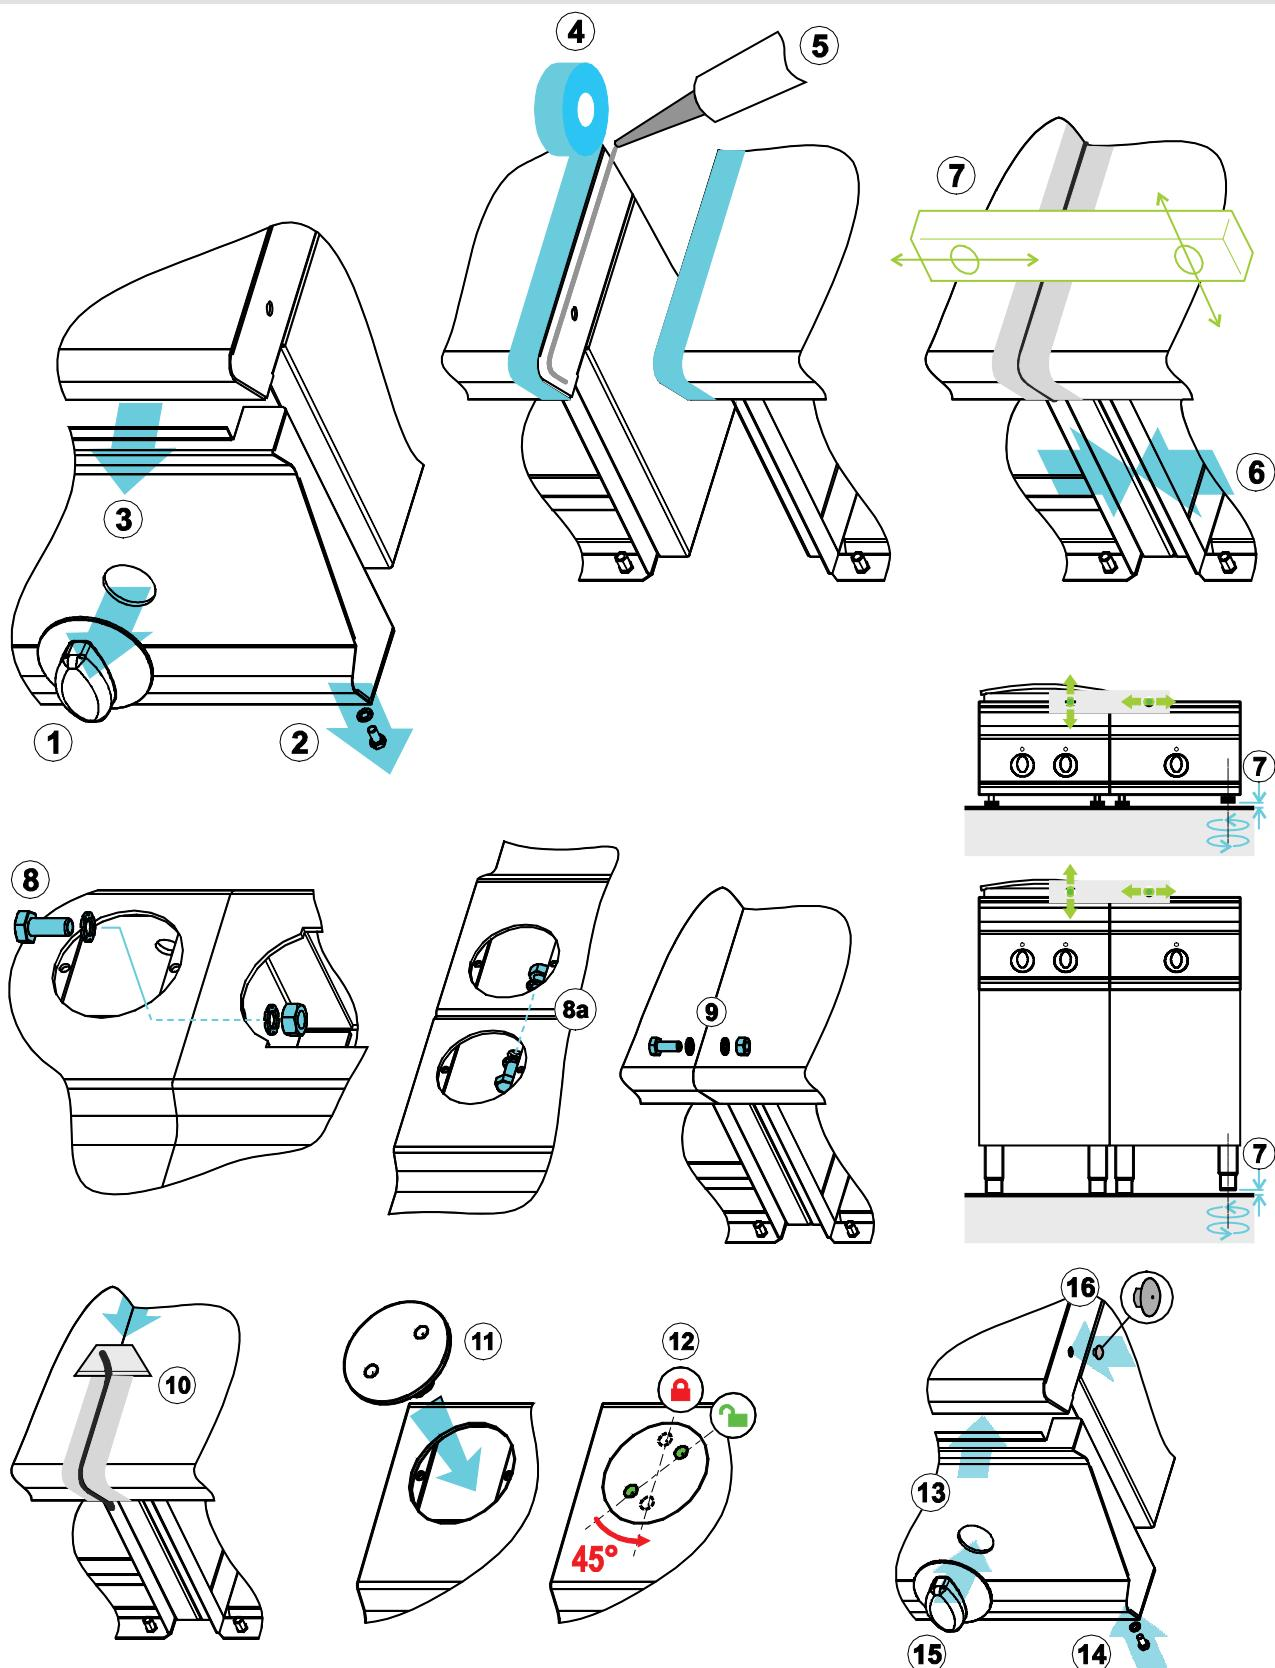

Fig.2 – Abb.2 – рис.2
Prima di procedere al collegamento rilevare i dati tecnici: tensione, frequenza, numero fasi e potenza sulla targhetta caratteristiche, necessari per l'alimentazione dell'apparecchiatura. L'installatore deve provvedere al collegamento previa interposizione di un interruttore principale, che deve interrompere l'erogazione d'energia in modo omnipolare. I contatti in apertura devono avere tra loro una distanza minima di almeno 3 mm per polo. Il dispositivo d'interruzione deve essere facilmente accessibile. Il cavo non deve essere posizionato vicino a fonti di calore; l'ambiente circostante al cavo non deve superare la temperatura di 50°C, deve essere protetto da un tubo metallico o di plastica rigida. L'apparecchio è fornito senza cavo d'alimentazione, quest'ultimo dovrà presentare caratteristiche non inferiori a H07 RN-F e dovrà avere una sezione minima come specificato in tabella. Per accedere alla morsettiera **|M|** fig.2 rimuovere il cruscotto svitando le viti poste nella parte inferiore del pannello stesso. Seguendo le indicazioni sullo schema elettrico, collegare i conduttori del cavo d'alimentazione
alla morsettiera. È indispensabile collegare l'apparecchiatura ad un'efficace presa di terra. A tale scopo in prossimità della morsettiera d'allacciamento, vi è una vite con il simbolo  $\frac{1}{2}$  al quale va allacciato il conduttore di terra. Prestare attenzione a far passare il cavo attraverso il passacavo **|P|** fig.2 vicino alla morsettiera, tenere inoltre il cavo in appoggio sul fondo bloccandolo con l'apposito pressa cavo **|AL|** fig.1. È indispensabile collegare l'apparecchiatura ad un'efficace presa di terra. L'apparecchiatura deve inoltre essere inclusa in un sistema equipotenziale. Tale collegamento viene effettuato mediante una vite contrassegnata dal simbolo  $\nabla$  posta sul retro dell'apparecchio. Il filo equipotenziale deve avere una sezione di 10 mm2.
- Ruotare la manopola **|A|** (fig.2) facendo collocare l'indice del cruscotto con la gradazione corrispondente alla temperatura di cottura desiderata.
- Disinserire l'interruttore elettrico installato a monte pulsante |E| fig.2. Questa operazione deve essere eseguita da un tecnico specializzato.
pulsante |E| fig.2. Questa operazione deve essere eseguita da un tecnico specializzato.
asciugata con cura. I sughi vengono raccolti nel cassetto | B | fig.2; è consigliabile svuotare il cassetto giornalmente.
Before connecting the appliance note the specifications: voltage, frequency, number of phases and power on the data plate, relevant to the power input of the same. The installer must make the connection after having installed a main switch, which should disconnect every pole supplying electrical power to the appliance. The switch supplying electrical energy to the appliance must have a minimum distance of at least 3 mm between the poles when the contacts are open. The switch must be easy to reach. The power lead must not be installed anywhere near heat sources and the temperature of the place in which the cable is installed must not rise above 50°C. The cable must be protected by a rigid metal or plastic tube. The appliance is supplied without a power cable. The electric cable used to supply power to the appliance must at least meet H07 RN-F standards. It must have the minimum section indicated in the table (fig.1). To reach terminal board **|M|** fig.2, remove the control panel by loosening the screws on the lower part of the
panel. Following the indications in the wiring diagram, connect the wires of the power cable to the terminal board. The appliance must be connected to a good earth. There is a screw marked with the symbol  $\dagger$  near the terminal board where the earth conductor should be connected. Make sure you slide the cable through the relevant hole **|P|** fig.2 near the terminal board, hold the cable in place until you can block it with cable clamp **|AL|** fig.1. The appliance must be connected to a good earth. The appliance must also be connected to an equipotential earth. Connect the earth with the screw marked  $\heartsuit$  on the rear panel of the appliance. The equipotential wire must have a section of 10 mm2.
- Turn knob **|A|** fig.2 so that the indicator mark on the control panel corresponds to the desired cooking temperature.
To turn the appliance on again, press button **|E|** fig.2. This must be done by a specialised technician.
Sauces are collected in drawer **|B|** fig.2; which should be emptied daily.